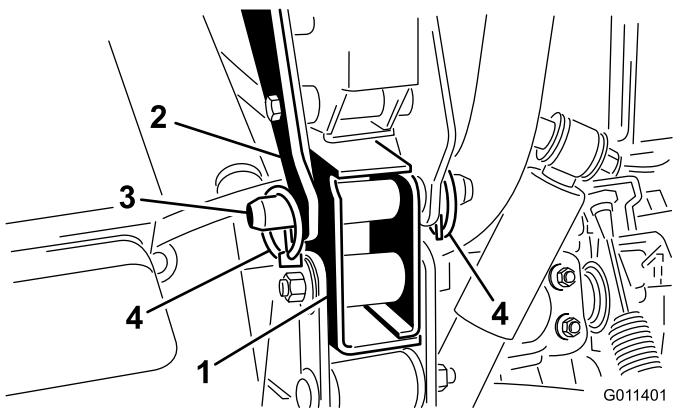

Figura 9
7. Fissate ogni staffa di montaggio posteriore al telaio del veicolo Workman con un perno con testa e 2 coppiglie ad anello (Figura 9).